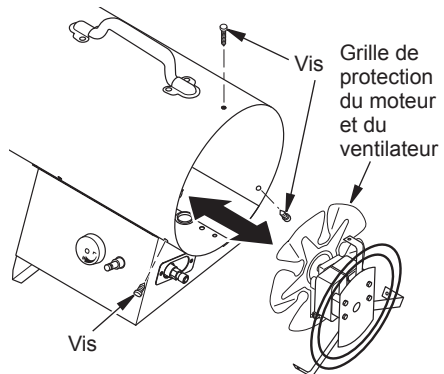

Figure 9 - Retrait/remplacement de la grille de protection du moteur et du ventilateur de l'appareil de chauffage
2. Retirez le moteur et la grille de protection du ventilateur de l'habillage de l'appareil de chauffage (voir figure 9).
- Insérez trois vis à travers l'habillage de l'appareil de chauffage et dans la grille de protection du ventilateur (voir figure 9, page 50). Resserrez les vis fermement.
- Retirez le moteur et la grille de protection du ventilateur de l'habillage de l'appareil de chauffage (voir figure 9, page 50).
- Installez le moteur et la grille de protection du ventilateur à l'arrière de l'habillage de l'appareil de chauffage. Vérifiez que le cordon électrique est bien positionné (voir figure 9, page 50).